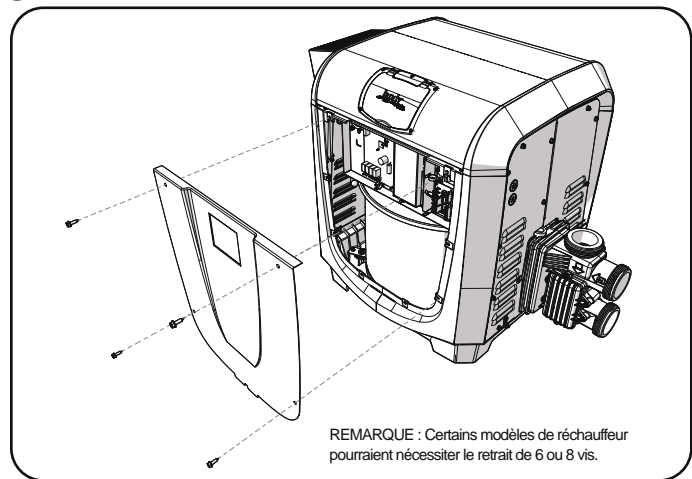

Figure 3. Retirer le panneau avant
- Retirez les 4 vis servant à maintenir en place le panneau avant du réchauffeur pour exposer le chemin de câbles. Voir Figure 3